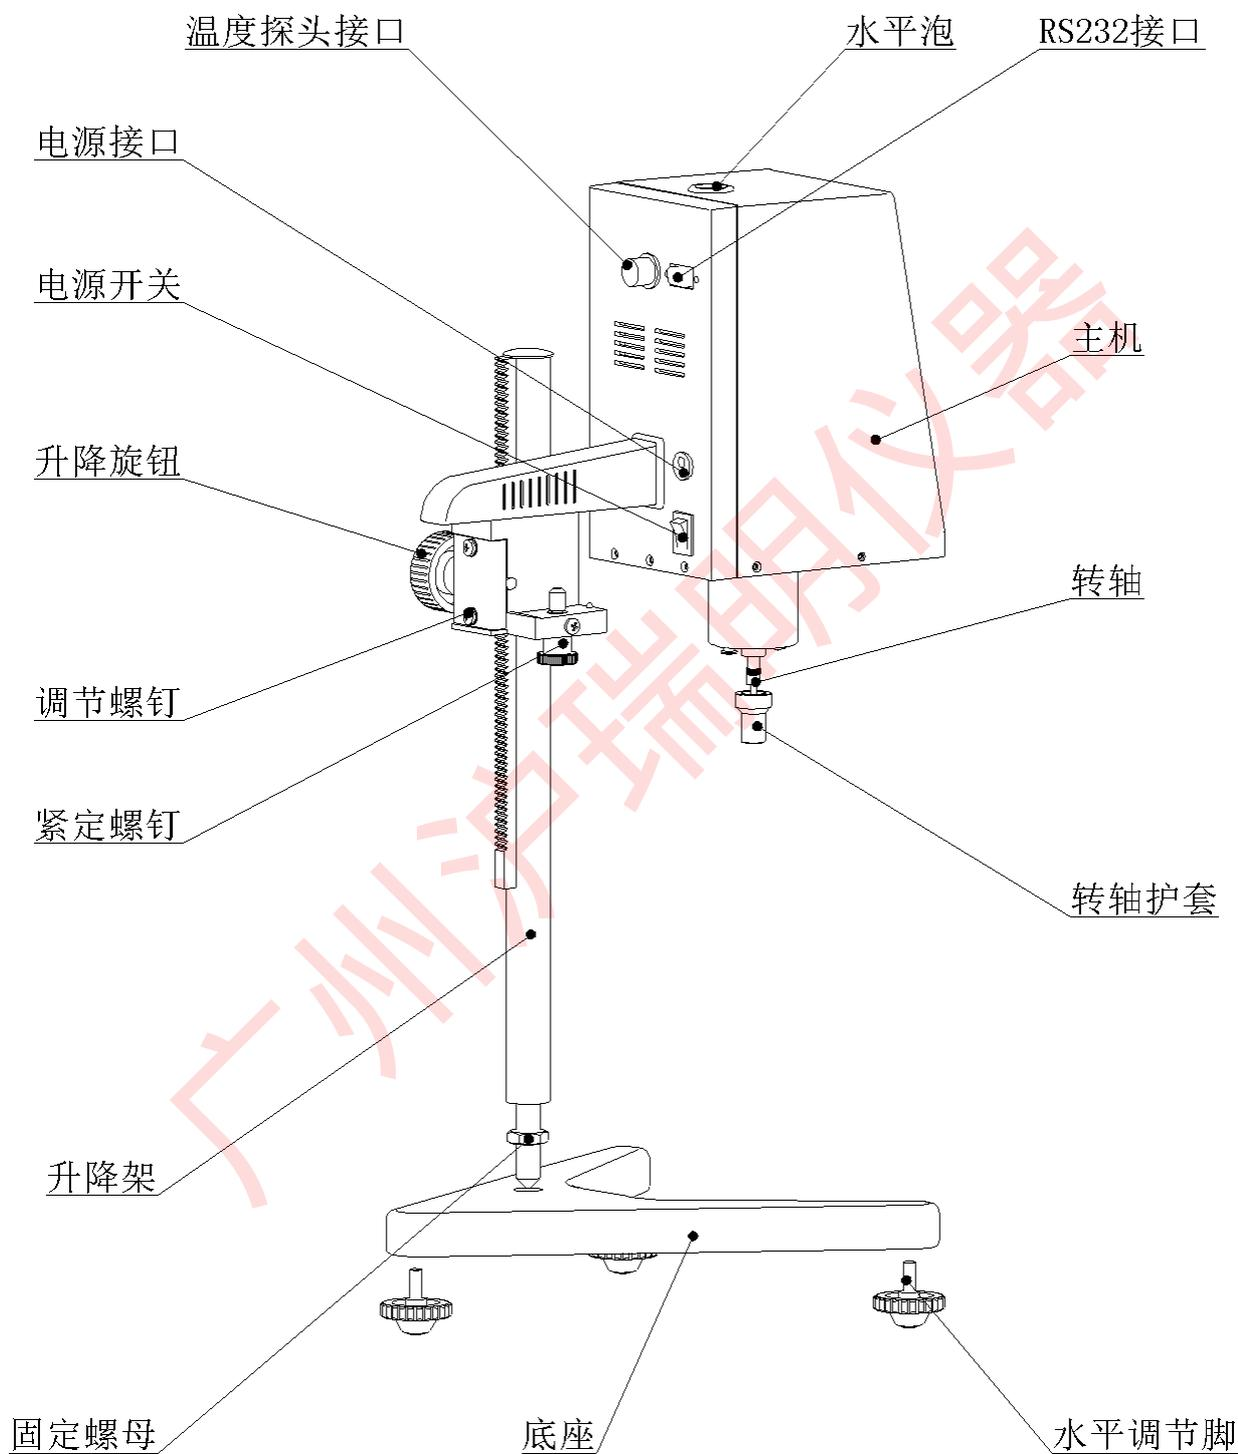

图 1
4.2 将升降架按图 1 方向旋入底座相应螺孔并用扳手旋紧固定螺母。